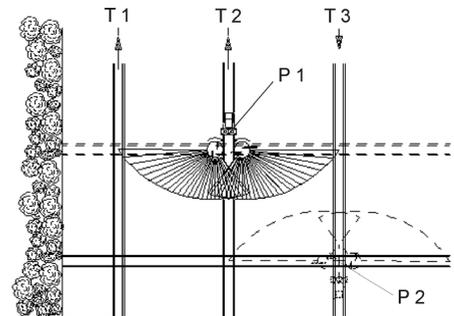

Fig. 54
**Öffnen des Schiebers** bei "Hinfahrten" ungefähr am Punkt P1 (Fig. 54), wenn der Schlepper die 2.Fahrgasse des Vorgewendes (gestrichelte Linie) passiert.
**Schließen des Schiebers** bei "Herfahrten" am Punkt P2 (Fig. 54), wenn sich der Streuer in Höhe der ersten Fahrgasse des Vorgewendes befindet.